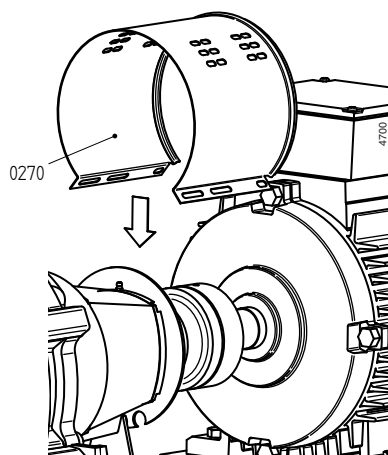

Figure 13: Installation de l'enveloppe côté moteur.
- 2 Déposez les deux enveloppes (0270). Voir figure 13.